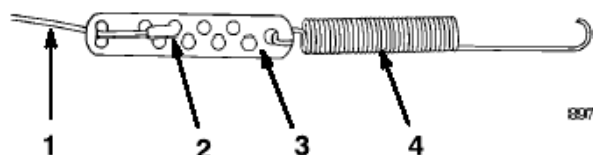

图11
- 2、勾弹簧于控制线调节器末端的圆孔中。（图11）
- 3、如图11所示固定控制线末端于控制线调节器上。